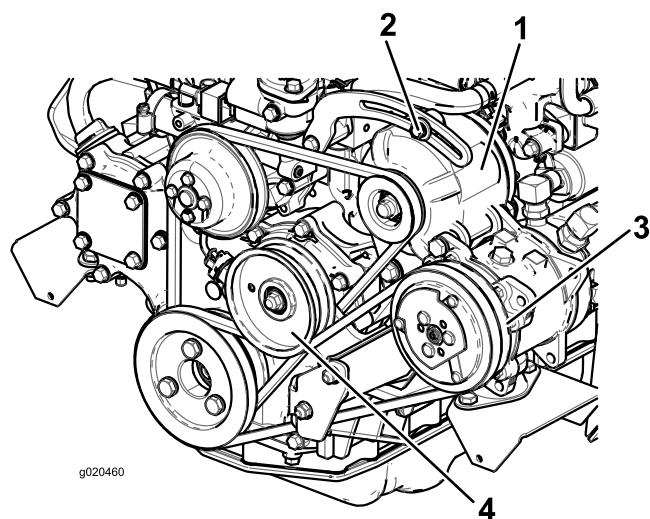

Figura 71
Se la flessione non è di 10 mm, allentate i bulloni di fissaggio dell'alternatore (Figura 71).
2. Se la flessione non è di 10 mm, allentate il bullone di fissaggio della puleggia tendicinghia (Figura 71).